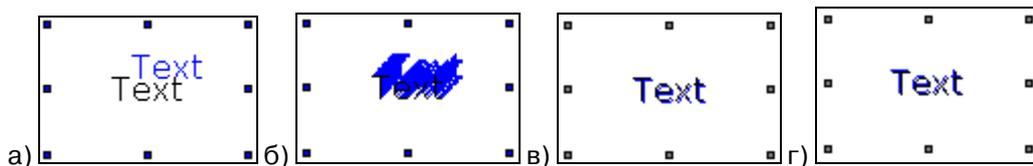

Рисунок 42
- «Тень» – в этом случае надпись будет отображена «с тенью». При этом справа от переключателя становятся доступны переключатели-движки «Угол» и «Дист. (дистанция)». Перемещая движки этих переключателей, можно изменять угол и расстояние, на котором располагается тень от надписи. Справа от движков расположены поля, в которых отображаются заданные значения в градусах (для угла) и пикселях (для расстояния). В поле «Цвет» задается цвет тени см. рис. 42, а.
- «Твердый» – в этом случае параметры тени задаются аналогично предыдущему варианту, но расстояние между надписью и тенью заполнено непрерывно (см. рис. 42, б).
- «Рельеф» – в этом случае задается только цвет тени. И отображается она так, что создает иллюзию рельефности надписи (см. рис. 42, в).
ре (см. рис. 42, г).